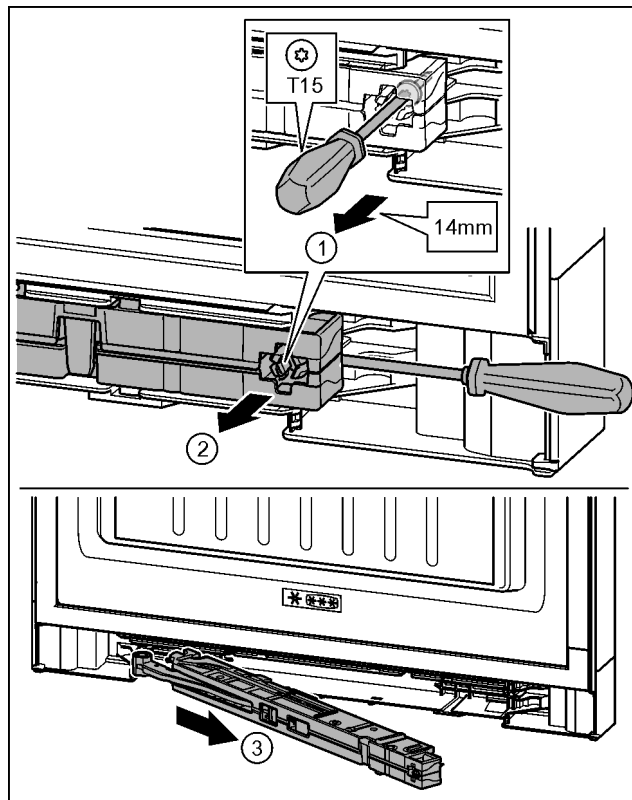

Fig. 17
- Λασκάρετε τη βίδα από τη μονάδα αποσβεστήρα κλεισίματος με κατσαβίδι T15 περ. 14 mm. Fig. 17 (1)
- Περάστε το κατσαβίδι από την πλευρά της λαβής πίσω από τη μονάδα αποσβεστήρα κλεισίματος. Περιστρέψτε τη μονάδα προς τα εμπρός. Fig. 17 (2)
- Τραβήξτε έξω τη μονάδα. Fig. 17 (3)